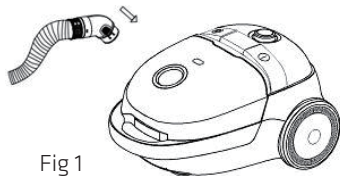

Fig 1
- Sæt enden af slangen ind i hullet på frontdækslet, indtil den klikker fast (fig. 1).